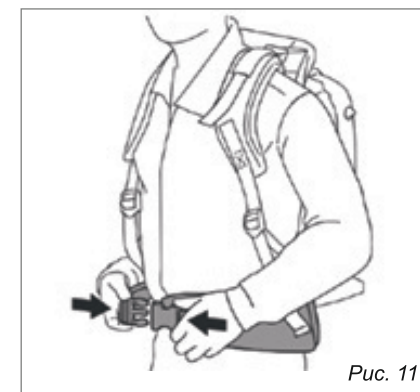

Рис. 11
5. Поясной ремень (дополнительный аксессуар) позволяет добиться более устойчивой и комфортной работы с оборудованием. (Рис. 11)